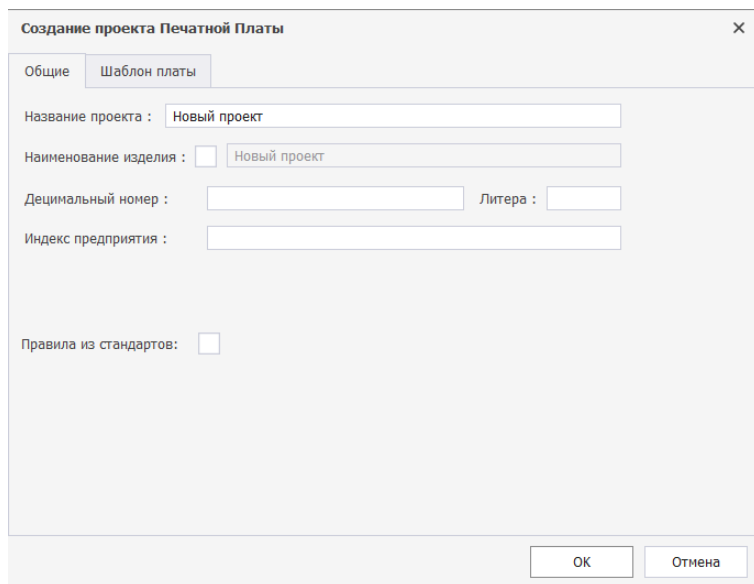

Рис. 23 Создание проекта платы из шаблона
5. В окне «Создание проекта Печатной Платы» во вкладке «Общие» введите наименование проекта и заполните основные данные, Рис. 23.